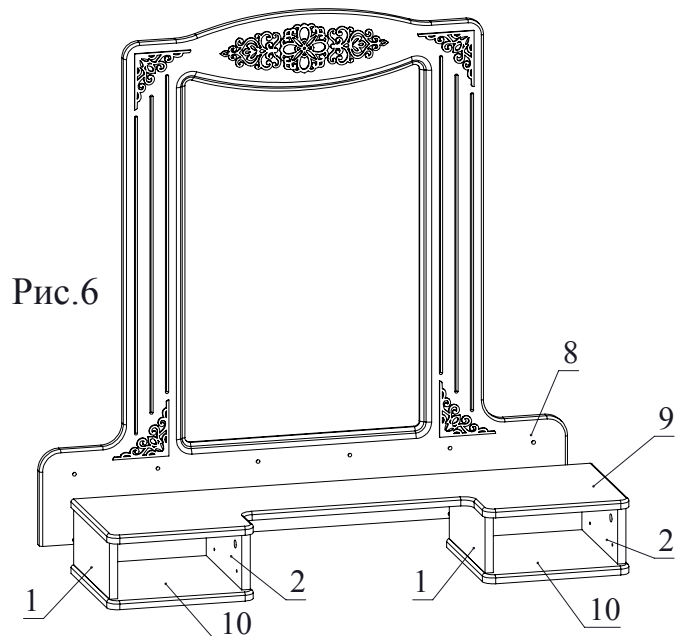

Рис.6
6. Соединить при помощи конфирматов детали 1, 2, 9, 10 с деталью 8 (Рис. 6).